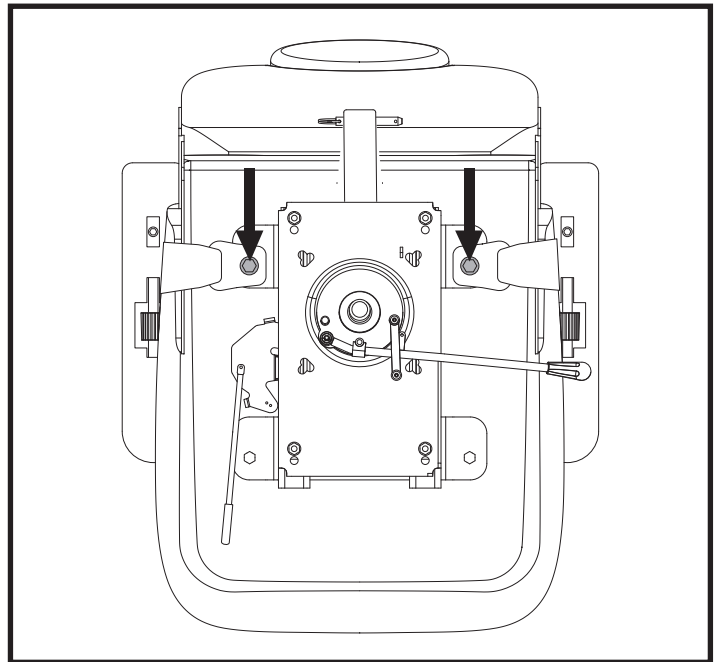

Abb. 21 Befestigungsschrauben des Rückhaltegurts
Der Sitz kann in verschiedenen Höhenstellungen eingestellt werden. **Siehe Abb. 21.**
2. Sitz umdrehen, um die Unterseite einzusehen. **Siehe Abb. 21.**